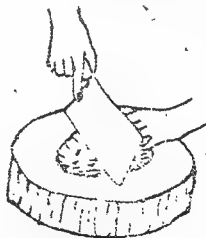

图 12
1. 剞刀法 (又称花刀), 是运用直刀法和斜刀法将原料切上相应深度的 (一般为原料的三分之二或五分之四) 各种刀纹的种混合刀法。用剞刀法在原料表面剞上各种花刀纹, 不仅使原料易于渗透调味, 受热均匀, 成熟快, 保持其质地脆嫩; 而且使原料受热后弯曲成各种美丽的形状, 起到美化菜肴的作用。剞刀法主要用于韧中带脆或整条鱼等原料。如猪肉、腰子、肚、肫等 (见图12)。